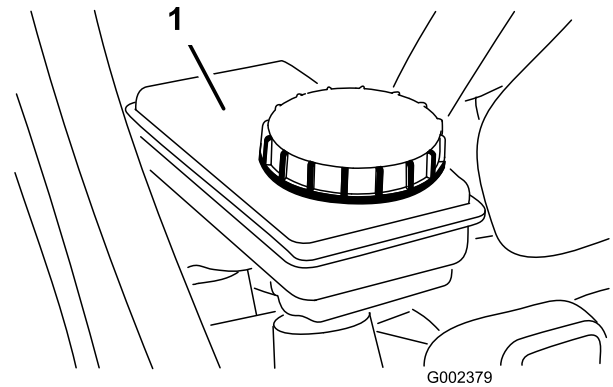

Bild 21
2. Der Flüssigkeitsstand sollte die Vollinie am Behälter erreichen (Bild 21).